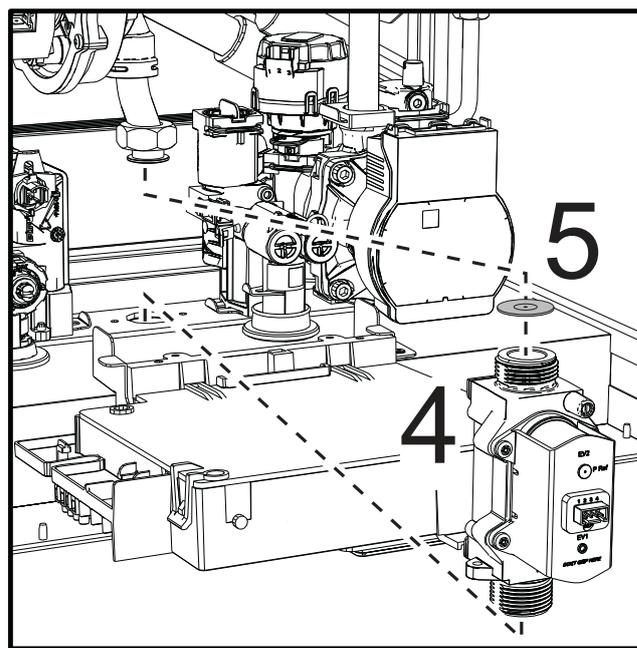

рис. 45
- Извлеките газовый клапан "4" и газовую диафрагму "5" (рис. 45).